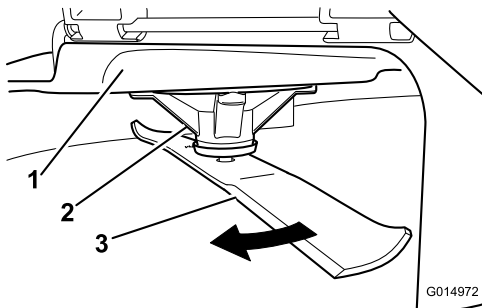

Figure 53
- Enfilez des gants épais ou utilisez une autre protection adéquate pour les mains, et faites tourner la lame lentement jusqu'à une position permettant de mesurer correctement la distance entre le tranchant et la surface plane sur laquelle se trouve la machine (Figure 53).